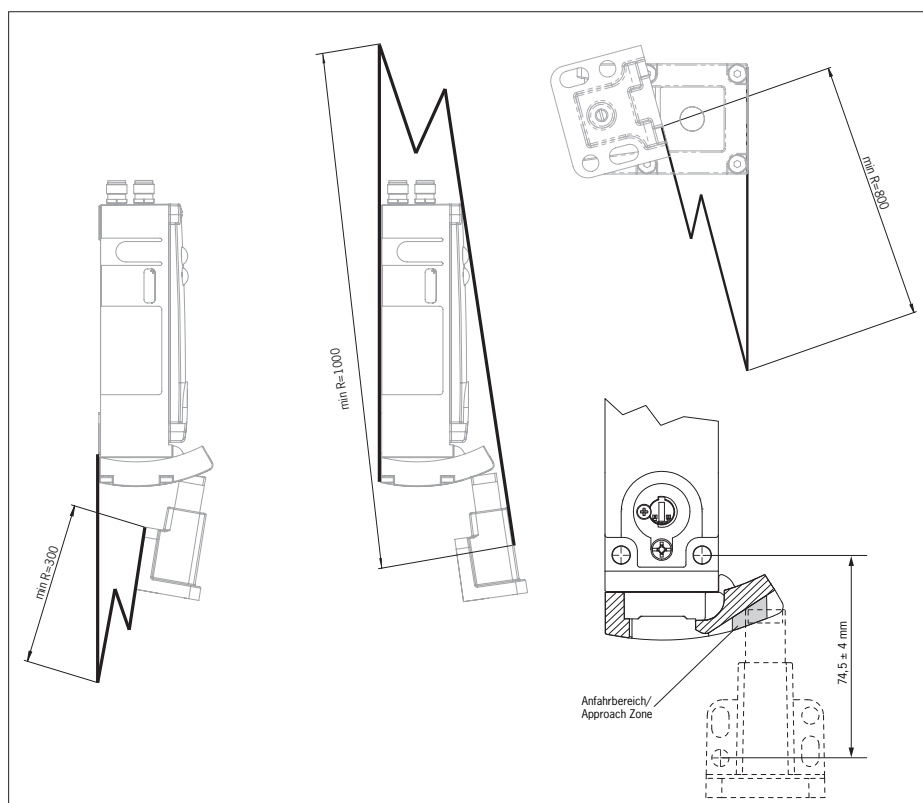

Figura 7: Radios de puerta y área de ataque
- ▶ Respete los radios de puerta mínimos (véase la Figura 7).
- ▶ Asegúrese de que el actuador entre en contacto con la rampa en el lugar previsto (véase la Figura 7). Las marcas que hay en la rampa delimitan el área de ataque establecida.